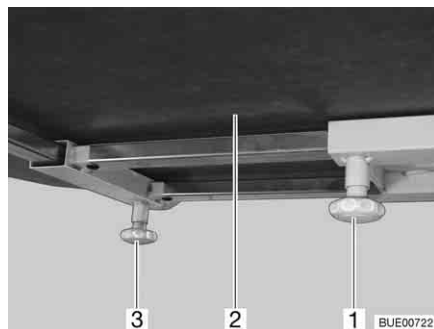

Fig. 102 Desplazar el tablero de la mesa (alternativa)
- Aflojar el tornillo moleteado (Fig. 102,1).
- Desplazar a la posición deseada el tablero de la mesa (Fig. 102,2).
- Aflojar el tornillo moleteado (Fig. 102,3).